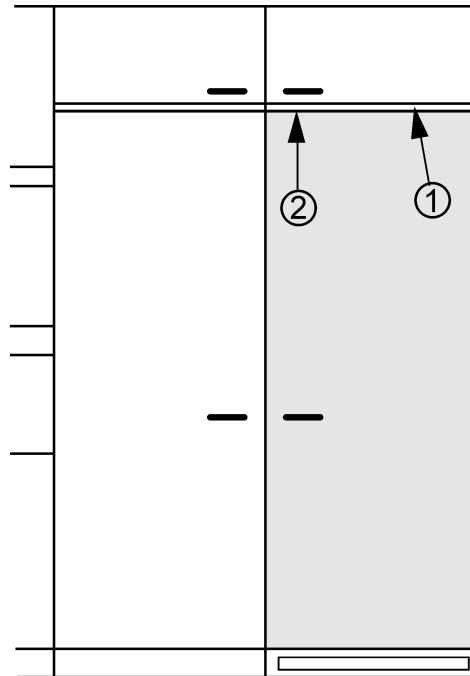

Fig. 6
- Il doit y avoir une fente Fig. 6 (1) d'au moins 1/8 po (3 mm) d'épaisseur entre la porte du nouveau placard et la porte du placard situé au-dessus (s'il y en a un).
- Le bord supérieur de la porte Fig. 6 (2) doit se trouver à hauteur de la porte du placard (ou des placards) adjacent s'il y en a un.